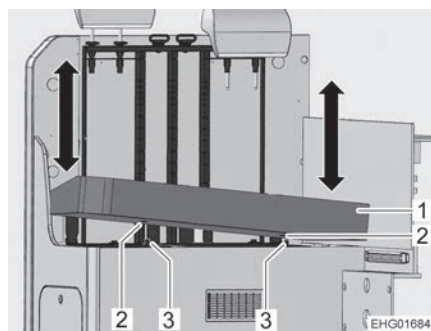

Fig. 29 Retirer les coussins
- Soulever le coussin (Fig. 29,1) d'un côté et l'incliner légèrement jusqu'à ce que le premier ergot (Fig. 29,3) se libère.
- Soulever le coussin de l'autre côté jusqu'à ce que le deuxième ergot (Fig. 29,3) se libère.
- Positionner le coussin (Fig. 29,1) de biais, en alignant soigneusement les deux évidements (Fig. 29,2) sur les deux ergots (Fig. 29,3).